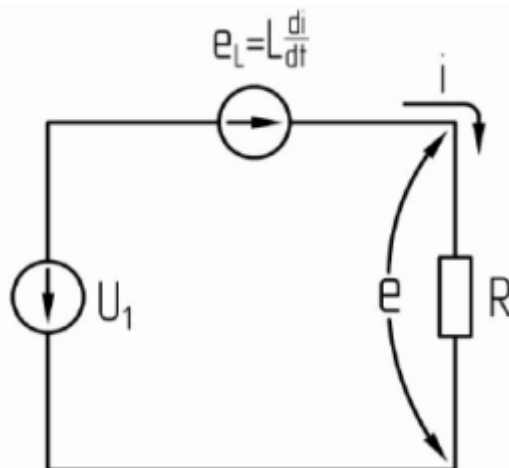

Рис. 6 Схема замещения
3. $\pi < \theta < \alpha + \lambda$. Схема замещения, соответствующая этому интервалу, приведена на рис. 6.